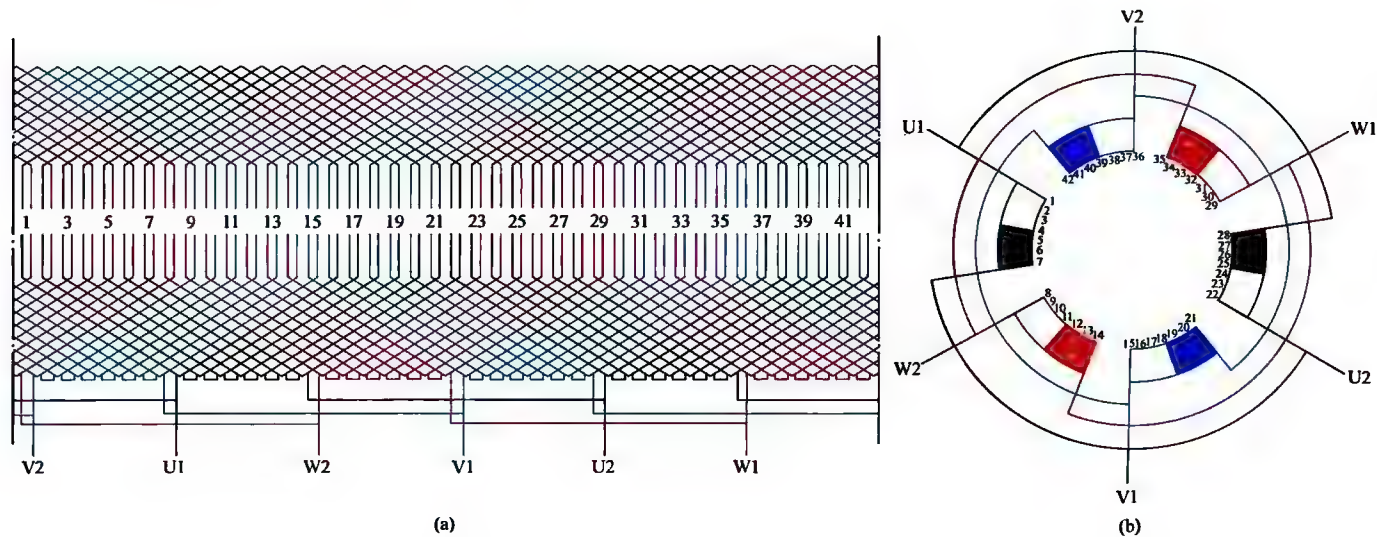

图 1-17 三相 2 极 42 槽双层叠绕组 2 路接法
17. 三相 2 极 42 槽双层叠绕组 2 路接法展开图与接线圆图 (见图 1-17)